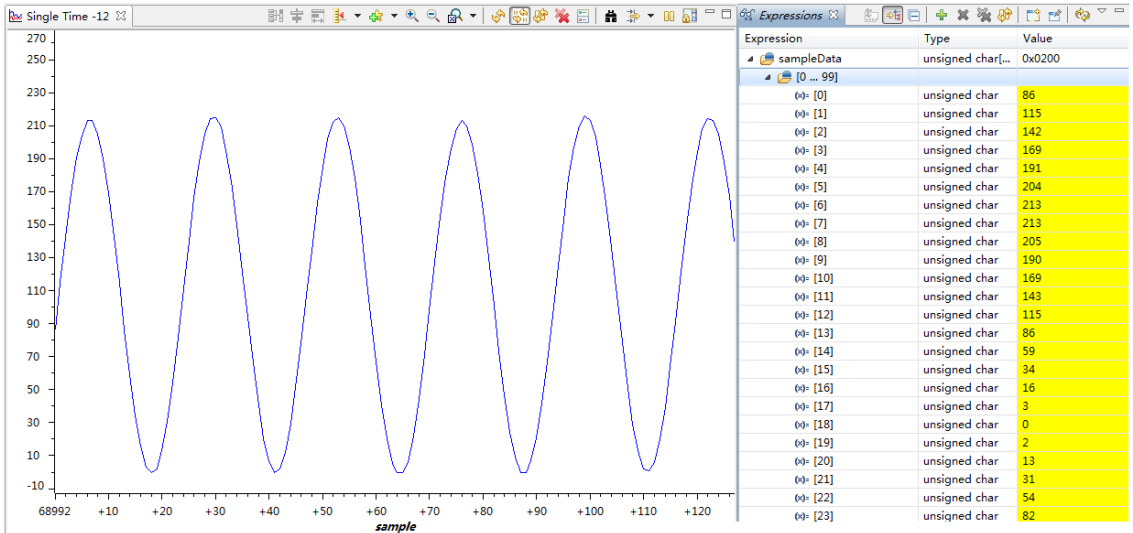
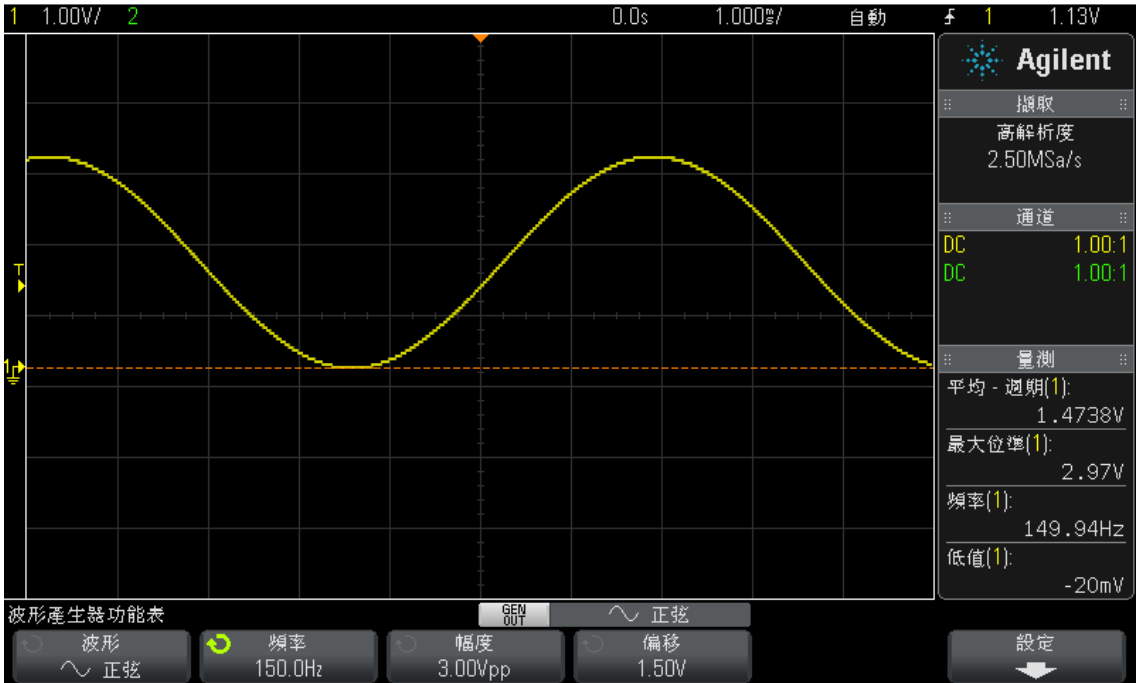

图 2.29 CCS 的 Graph 显示
图 2.30 实际 ADC 采样信号波形
4) 全部设定完成后，点击 OK，运行仿真，得到图 2.29 所示的 ADC 采样波形。由于设定了断点 Action 属性为 Refresh All Windows，变量窗口的数据和 Graph 窗口的波形都会不断更新。图 2.30 为实际信号波形。